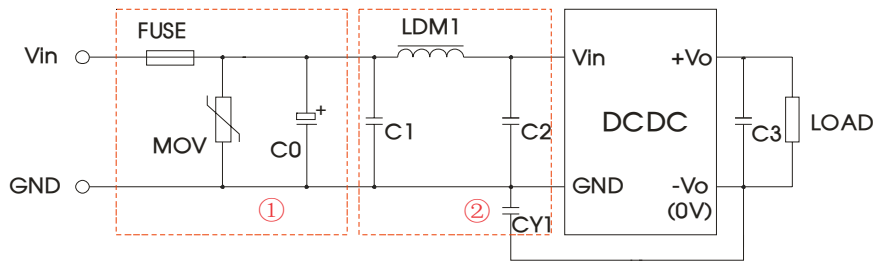

图 3
- ①图 3 中第①部分用于 EMS 测试; 第②部分用于 EMI 滤波, 可依据需求选择;
- ②若图中元器件无附其参数说明, 则此型号外围中不需要这个元器件。